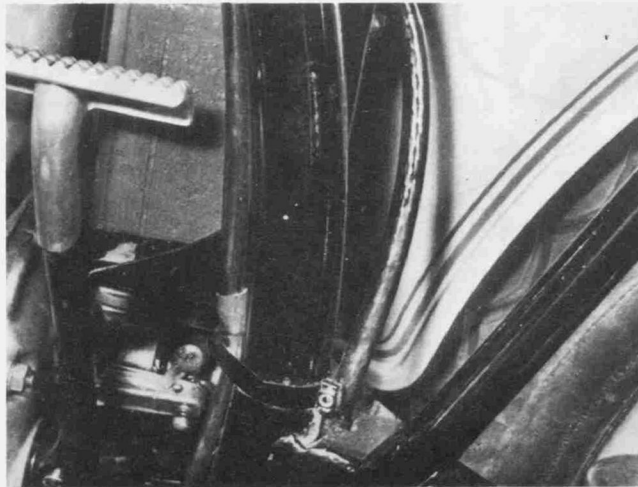

Bild 326
- Den Zustand und die richtige Einbaulage der Gummi-Dämpfer unter und hinter der Batterie kontrollieren. Darauf achten, dass der Entlüftungsschlauch nicht verstopft und seine Öffnung von lackierten oder verchromten Flächen fortgeleitet worden ist (Bild 326).